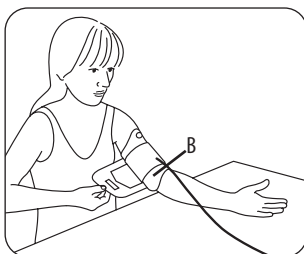

Fig. 2
- L'apertura B (vedi Fig. 2) sul bracciale, sul lato opposto della linguetta, deve trovarsi nell'incavo del braccio. Il tubo deve risultare centrato rispetto all'incavo del braccio ed essere orientato verso la mano.